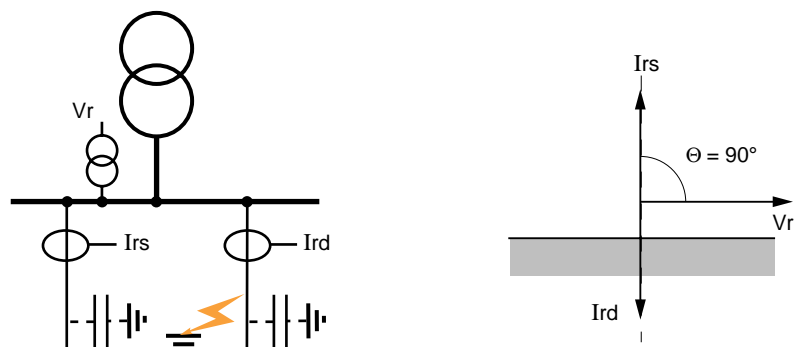

fig. 18 : réseau à neutre isolé : détection des défauts à la terre.
- choix de l'angle caractéristique : $\theta = 90^\circ$ (cf. fig. 18).